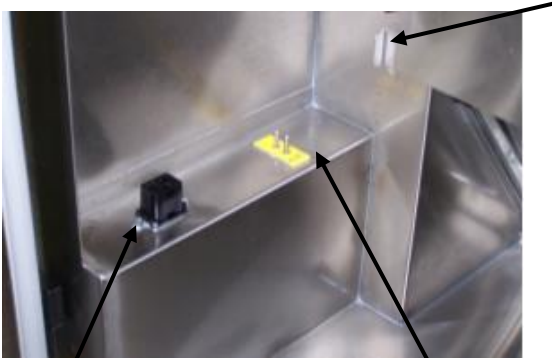

Figure 6
- Placer le boîtier de chauffage sur l'étagère du boîtier de chauffage. Figures 6 & 7.
- La fiche du radiateur et la fiche du thermocouple se connecteront à leurs prises respectives sous le boîtier du radiateur et le pont de l'armoire. Figures 6 & 7.